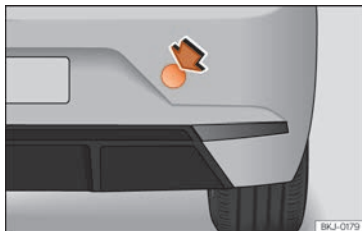

Fig. 47 No lado direito do para-choques traseiro: retirar a tampa.
O alojamento para a argola de reboque enroscável encontra-se na parte direita do para-choques traseiro, atrás de uma tampa » **Fig. 47.**
- Pressione a zona superior direita da tampa » **Fig. 47** para desencaixá-la.